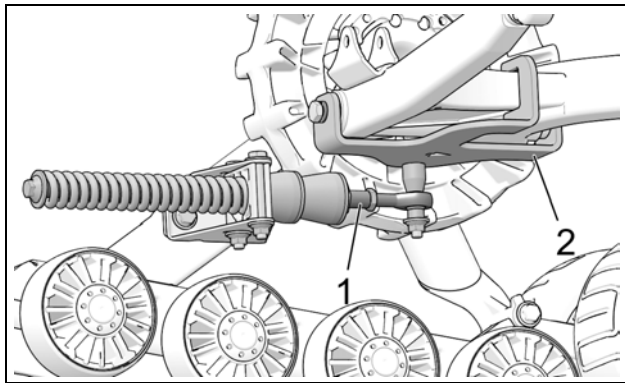

Figure 16
- Le bras stabilisateur (1) doit être fixé à l'ancrage arrière (2) installé sur le véhicule. Figure 16.
*NOTE : L'ancrage arrière (2) installé sur le véhicule peut différer de celui montré dans l'illustration.*